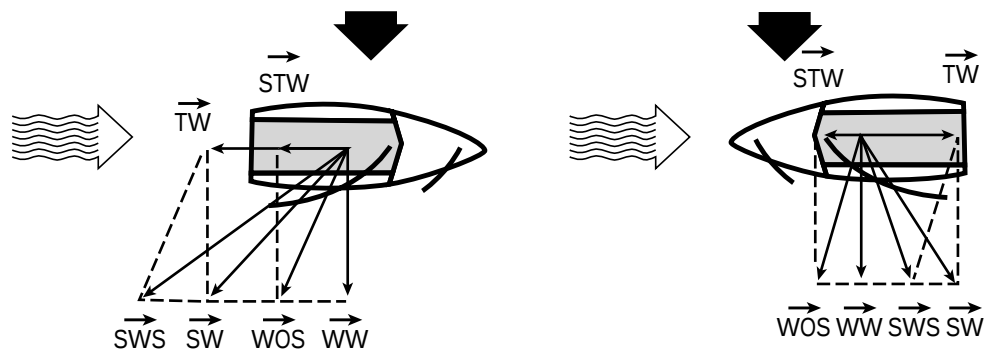

Fig. 93, 94: wind; boot zeilt op stromend water
- de wind staat dwars op de stroming en de boot zeilt met de stroom mee. (fig. 93) Uit de tekening blijkt dat de SWS scherper invalt dan de SW als er geen stroming zou zijn.